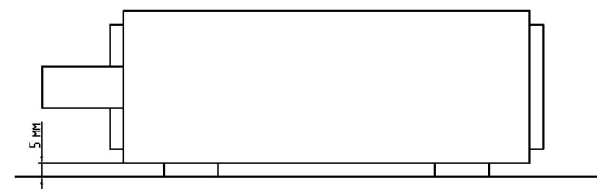

Рис. 2.
1.4.5. Разместить прибор на твердой ровной поверхности рядом с АКБ так, чтобы он опирался на опорные ножки для обеспечения зазора между дном прибора и поверхностью (рис. 2)